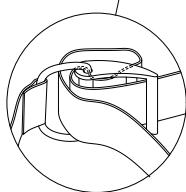
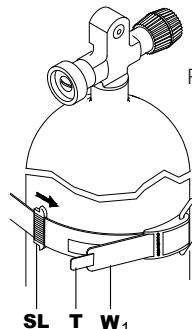

Рис. 2-5
Рис. 2-6
2. Если КП располагает жесткой задней пластины, поместите полость (S) задней пластины на плечо резервуара (рис. 2-6), а затем закрепите жгут (рис. 2-5 и 2-7) быстросъемного ремня (W1) вокруг резервуара.
3. Закройте пряжку (С) (рис. 2 – 7). Если ремень слишком плотно затянут или ослаблен, откройте ремень крюка, петлю и пряжку, чтобы отрегулировать длину жгута (рис. 2-5) быстросъемного ремня (W1). Для дополнительной безопасности сдвиньте петлю (SL) (рис. 2-5) вокруг конца жгута (T). В КП с жесткой задней пластины и резервуаром вы можете поднять всю установку с помощью ручки, встроенной в заднюю пластину.